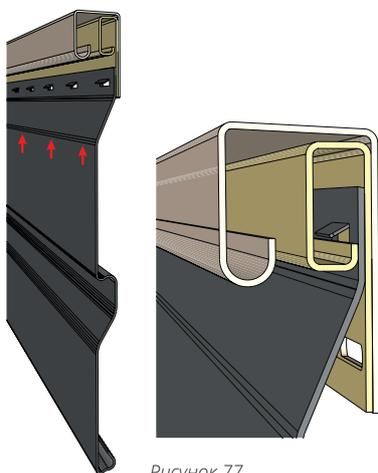

Рисунок 77
- 17.3** Если сайдинг под завершение приходит ближней полкой к обрешетке (рис. 77), подрезанная панель сайдинга с предварительно сделанными насечками, вставляется в финишную планку.